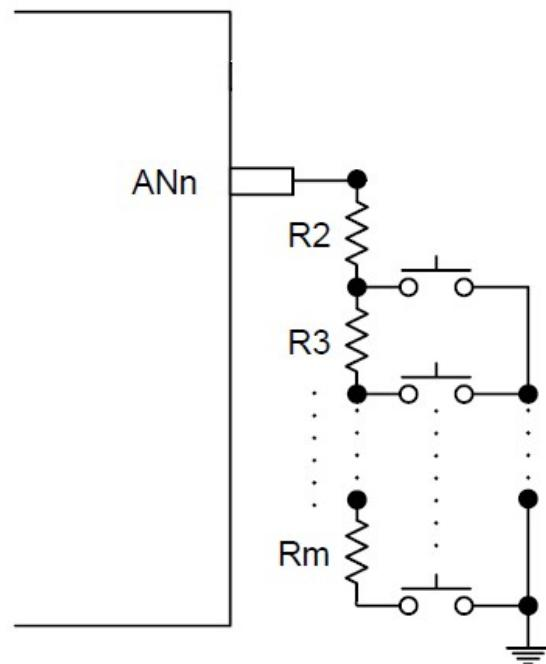

Figure 15-3 ADC 按键输入串联电阻应用参考图
6. 如果 Figure15-3 中的某个键被按下，端口上就会有一个电压值，当这个电压值小于 4.2V (@VDD=5V) 时，AMWIF 标志位会被拉高。芯片也会从省电模式醒来，同时进入 ADC 中断。